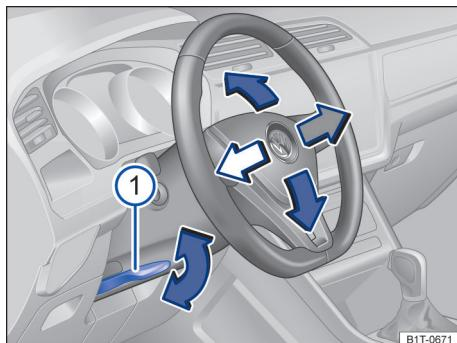

Fig. 82 Embaixo do volante no revestimento da coluna de direção: alavanca de ajuste mecânico da posição do volante.
- Virar a alavanca → Fig. 82 1 para baixo.
- Depois do ajuste, virar a alavanca → Fig. 82 1 sempre firmemente para cima, para que o volante não mude de posição involuntariamente durante a condução.